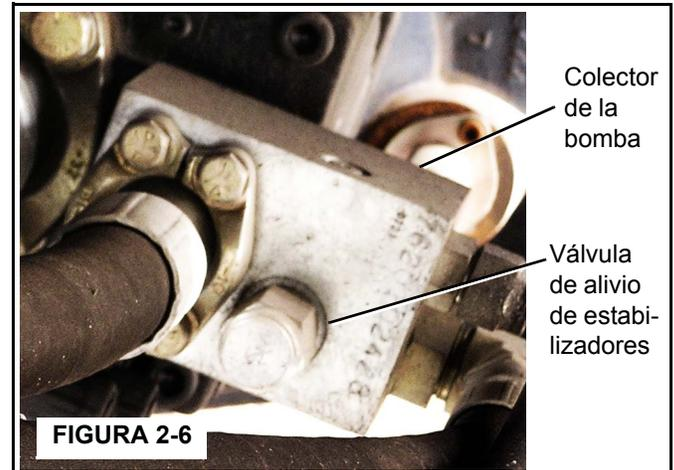

FIGURA 2-6
4. Active la función de retracción para el estabilizador seleccionado. Ajuste la presión de alivio a 3000 +100/-0 psi (20 684 +689/-0 kPa). La válvula de alivio para el circuito del estabilizador está ubicada en el colector de la bomba (Figura 2-6).